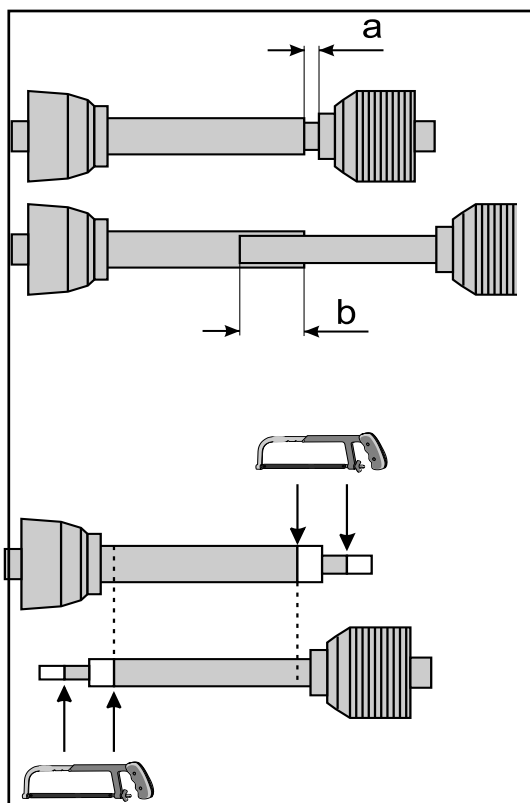

Fig. 3-4
- l'arbre à cardan ne se trouve pas sur le bloc (distance minimum (a) = 20 mm) (fig. 3-4)